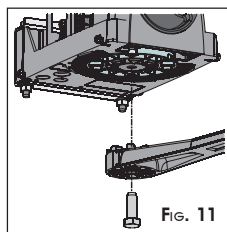

Fig. 11
⑤ Disposer l'opérateur pour le fonctionnement manuel, voir paragraphe 7.
⑥ Monter le bras droit (Fig.11) avec la vis spécifique fournie.